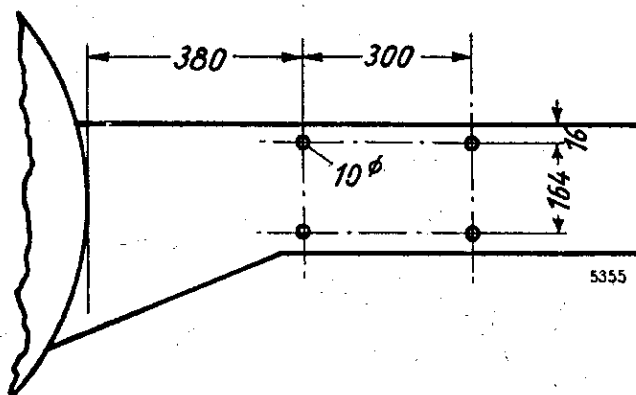

Abb. 10. Maßskizze der Bohrungen für den Anbau der Konsole zum Kennungsgehäuse.
5. Vier Bohrungen zum Befestigen der Konsole am Ausleger für das Kennungsgerät nach Abb. 10 herstellen.